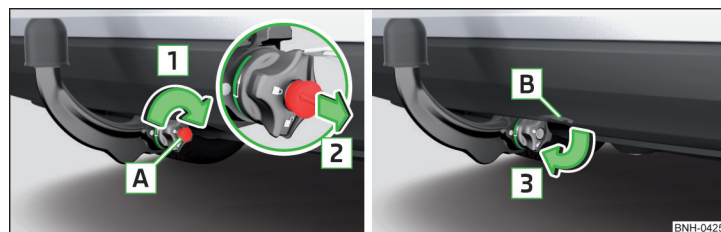

Fig. 215 Încuiiați încuietoarea și scoateți cheia/așezați capacul pe încuietoare
- Rotiți cheia **A** în sensul săgeții **1**, astfel încât săgeata de pe cheie să fie orientată spre simbolul \square » fig. 215.